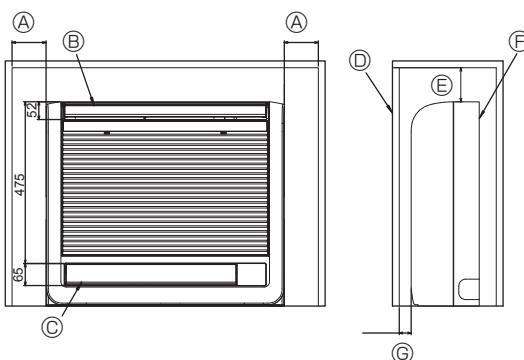

Fig. 6-1
6.1. De binnenuit in een wand inbouwen (Fig. 6-1)
- (A) 100 mm of meer
- (B) Bovenste luchtruimte
- (C) Onderste luchtruimte
- (D) Rooster
- (E) 100 mm of meer